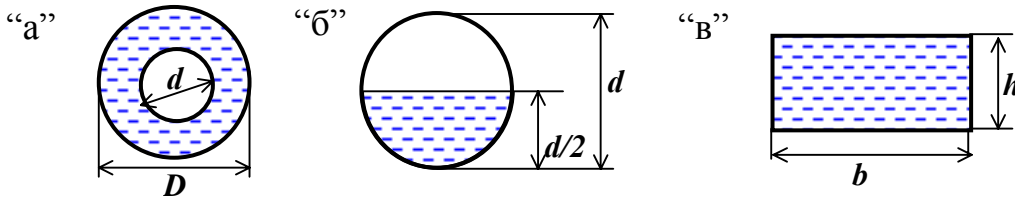

Рис. 7. Иллюстрация к определению гидравлического диаметра
Для сечений, изображенных на рис. 7, получим:
Эффективная вязкость при *движении в кольцевом канале* (рис. 7”а)
2. Определяем расчетное значение числа Рейнольдса при движении промывочной (вязкопластичной!) жидкости в затрубном пространстве, используя формулы (13) и (15). Сечение потока представляет собой кольцо (рис.7"а"). Гидравлический диаметр равен $(D - d)$.